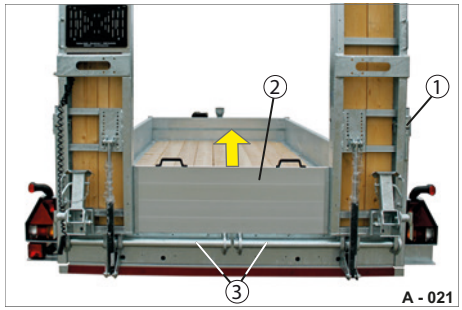

Abb. 23 Auffahrampen entsichern
- ▶ Entfernen Sie ggf. die Steckwand (Abb. 23/2).
- ▶ Prüfen Sie, dass die Spurweiten-Führungsgestängen (Abb. 23/3) frei von Verunreinigungen sind - gegebenenfalls vorher säubern und etwas einfetten.
- ▶ Entriegeln Sie die Auffahrampen-Sicherung (Abb. 23/1).